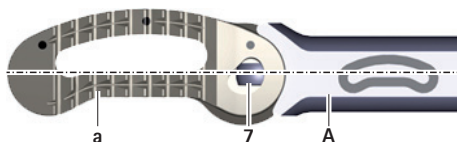

Fig. 8 Implante na posição 0°
- ▶ Segurar o implante de ensaio **D** na posição 0° no instrumento introdutor **A**, ver Fig. 8.
- ▶ Segurar o implante na posição 0°, ver Fig. 8.